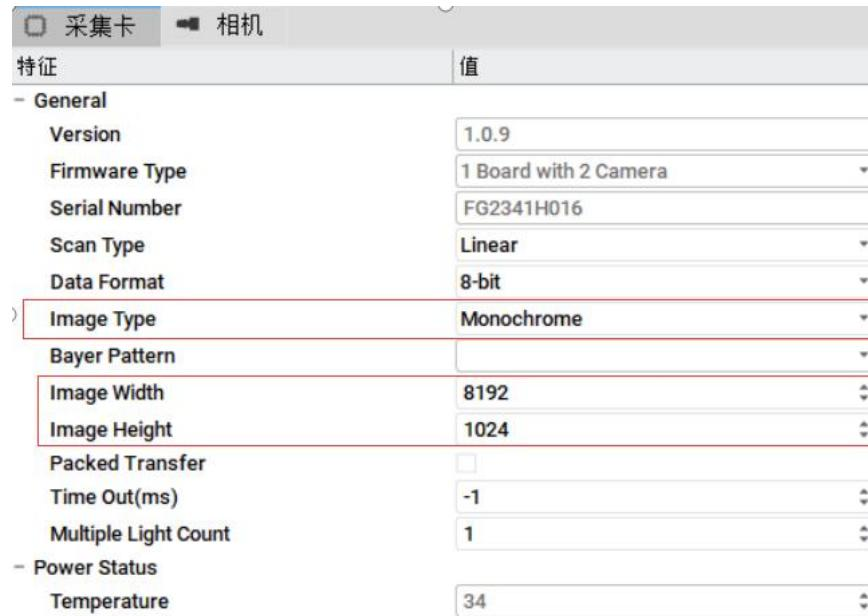

图 2.2-2 采集卡端图像格式设置
(2) 采集卡配置需要和相机配置相对应。采集卡端 General 选项卡下 Scan Type 设置为 Linear, Image Type 设置为 RGB, Data Format 和 Image Width、Image Height 需要和相机端设置保持一致, 如图 2.2-2 所示。